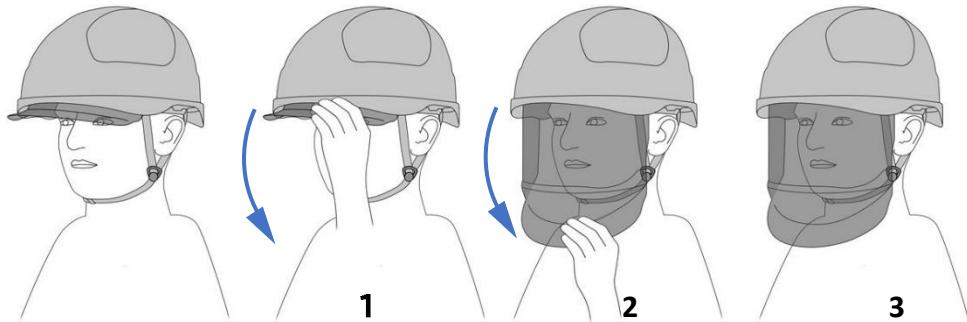

Рис. 6
1. Для того, чтобы опустить (открыть) защитный щиток (Рис.6) следует аккуратно взять его за козырёк (1) и потянуть вниз (2), пока он полностью не выйдет наружу каски (3),